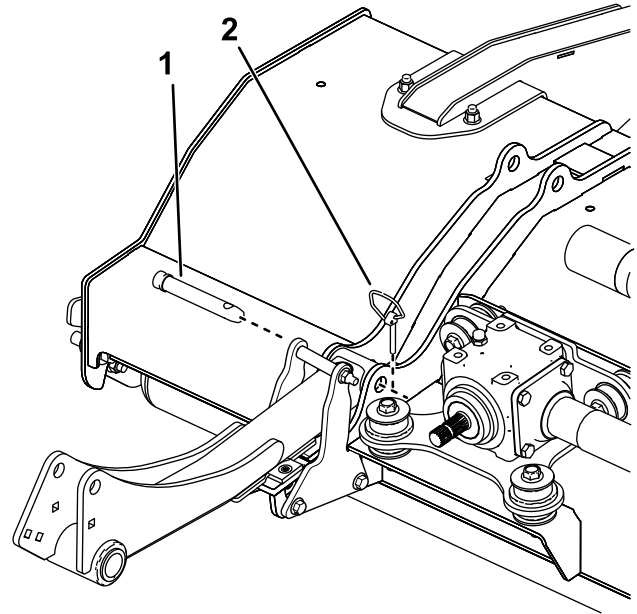

Figura 30
4. Retire los pasadores de seguridad y los pasadores que fijan la unidad de corte a los brazos de elevación (Figura 30).